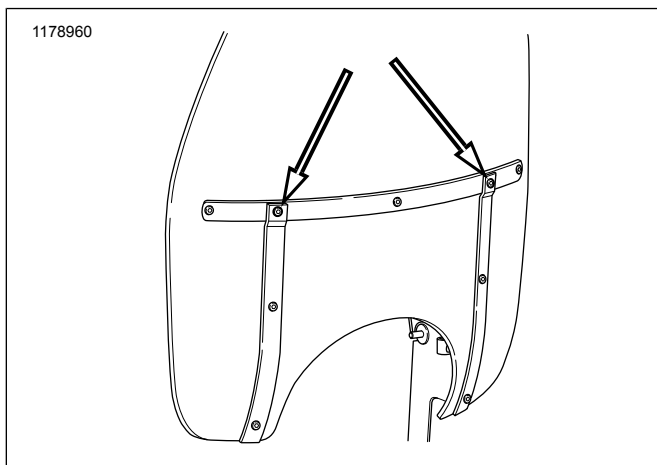

Figura 1. Parafusos Centrais
2. Ver a Figura 1. Localizar os parafusos de suporte central no para-brisa.